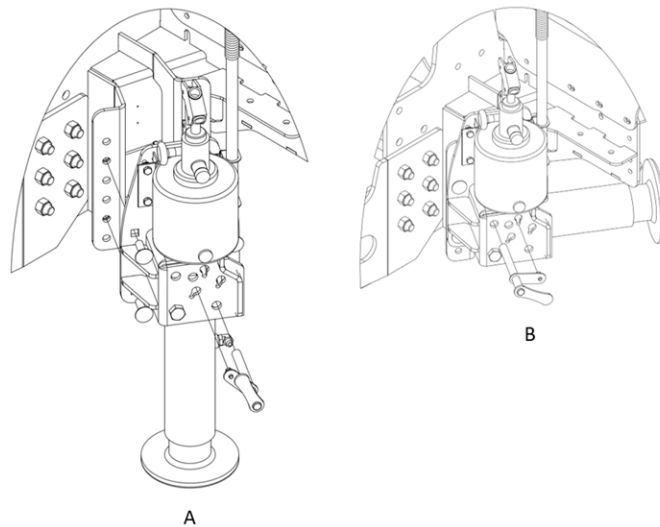

Figure 7 — Béquille hydraulique déployée (A) et en position de transport (B)
5. Placez la béquille de soutien de la remorque en position de transport (Figure 7).
3. Placez la béquille à la verticale (Figure 7).